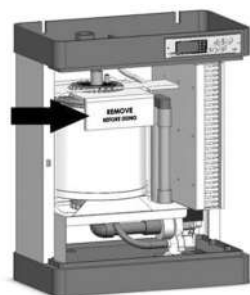

рис. 8
5. Удалите защитную картонную вставку сверху цилиндра (рис. 8).